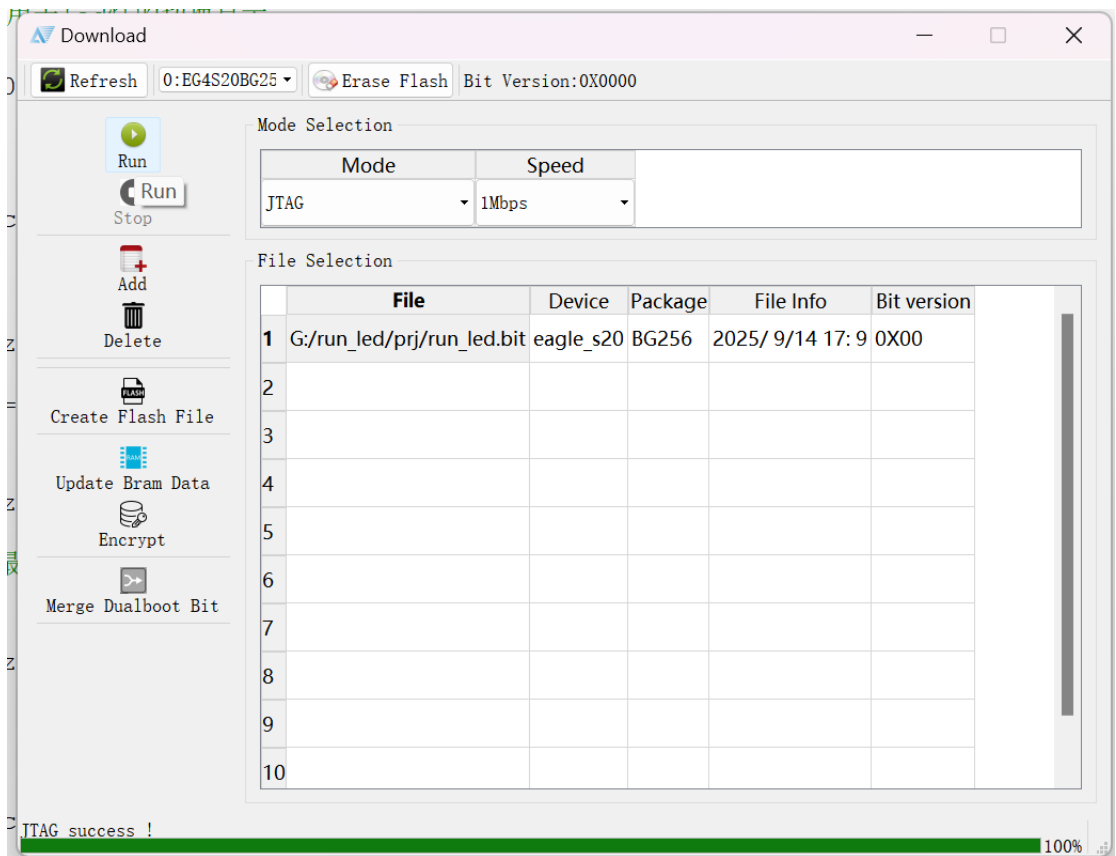

图 37 烧录完成
4) 点击 run 后下面的进度条显示 100%证明烧录完成。如图 37 所示。